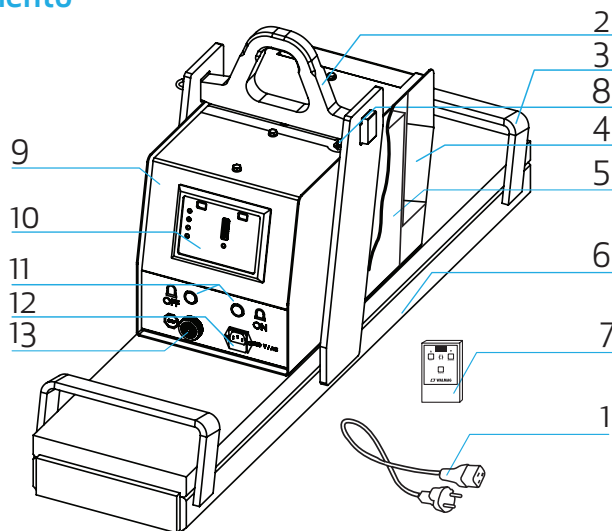

Figura 1 - Parti principali dei magneti di sollevamento
L'interruttore di sicurezza (pos. 8, Figura 1) si trova sotto il golfare e la sua funzione è quella di garantire la sicurezza del personale. L'interruttore di sicurezza blocca lo spegnimento del magnete dopo il sollevamento del golfare.
Il cicalino di avvertimento (pos. 13, Figura 1) si trova sul coperchio anteriore sotto i pulsanti di comando e assolve le seguenti funzioni: